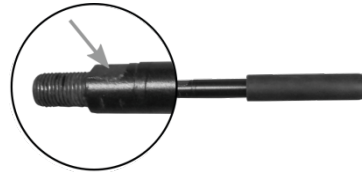

Bild 8: Schlüsselfläche
Schrauben Sie den Spannhebel (8) in die Spannhebelaufnahme (7) des Schnellverschlusses. Drehen Sie das Gewinde ganz in die Aufnahme hinein und ziehen Sie die Spannhebelverlängerung mit einem Schraubenschlüssel fest (der Spannhebel besitzt eine Schlüsselfläche mit der Schlüsselweite 17, siehe Bild 8).